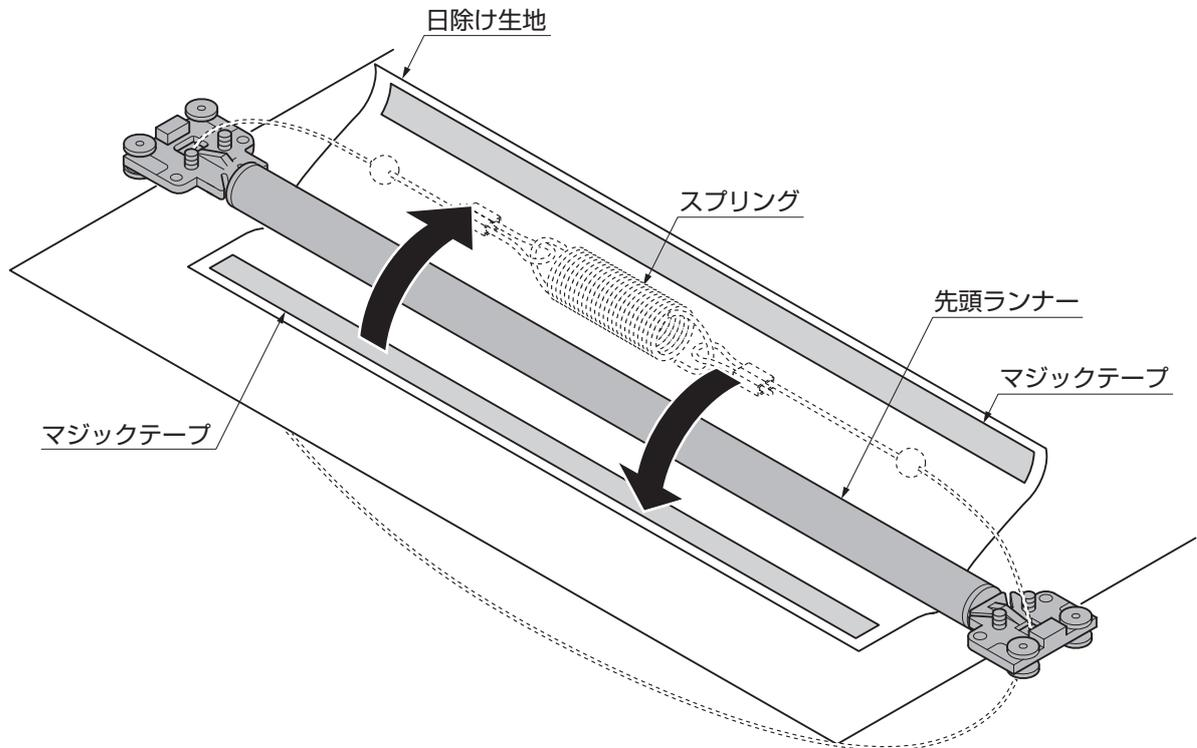

図1-2
- ② 内部日除けより、マジックテープをはがし先頭ランナーを取外してください。(図1-2参照)